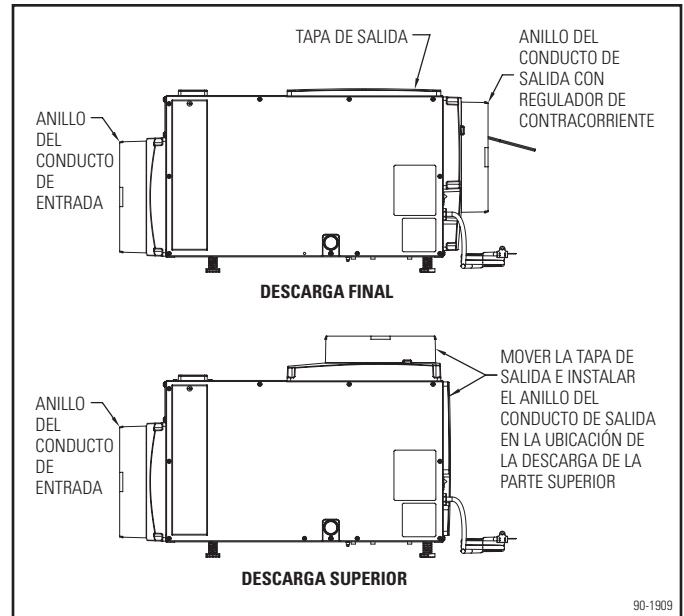

Figura 2. Instalaciones con conexión completa de conductos
- El anillo del conducto de salida se puede colocar en la parte de arriba o de abajo de la unidad. Mueva la tapa de salida hasta un lugar que no utilice. Consulte la **Figura 2**.